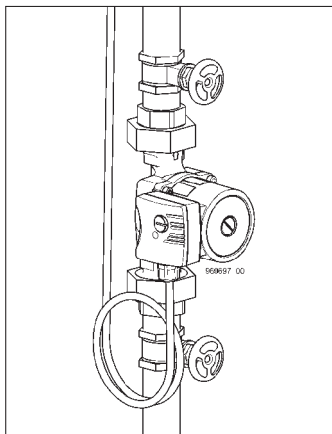

Figura 6:
- La pompa deve sempre essere installata tra due organi di chiusura (Figura 6).
Per un'agevole sostituzione successiva, è necessario collegare ad anello l'allacciamento elettrico (Figura 6).